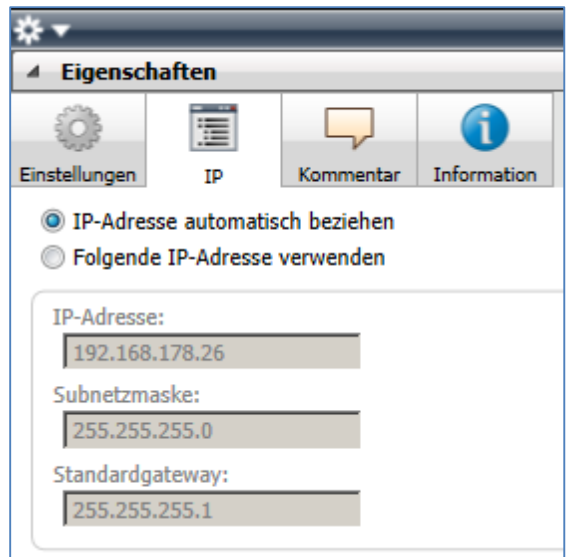

Abbildung 6: Einstellung der IP-Adressdaten des Geräts unter dem Reiter „IP“ im Sidebar der ETS
3. Wählen Sie den Reiter *IP* entsprechend Abbildung 6. Wählen Sie nun entweder